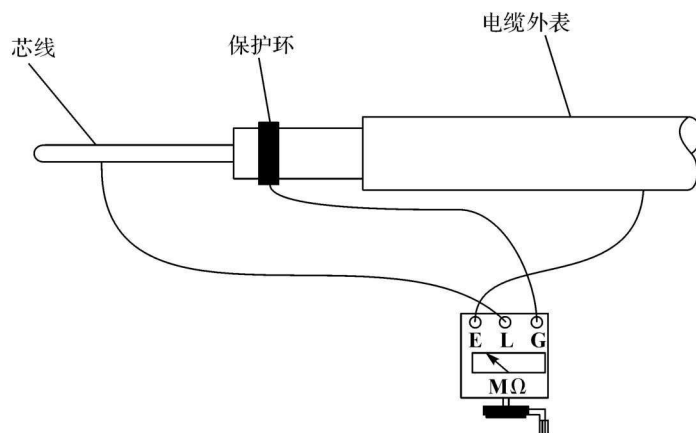

图 1-2 用兆欧表(摇表、高阻表)测量电缆的绝缘电阻
①测量前先对兆欧表进行开路检查,兆欧表应平稳水平放置,将接线柱开路后由慢到快摇动摇臂,当摇速达到 120r/min 时保持匀速,待指针稳定后,若指在“∞”处表示正常。
②进行短路检查,将“L”接线柱与“E”接线柱短接,由慢到快摇动摇臂,当摇速达到 100~200r/min 时保持匀速,待指针稳定后,若指在“0”处表示正常。
③将兆欧表的“L”接线柱接电动机绕组,“E”接线柱接电机机壳。
④兆欧表平稳水平放置,由慢到快摇动摇臂,当摇速达到 120r/min 时保持匀速,待指针稳定后读数。
⑤测量完毕后停止转动兆欧表,将“L”接线柱与“E”接线柱短接放电。
(4)用兆欧表(摇表、高阻表)测量电缆的绝缘电阻(图 1-2)
①将兆欧表的“L”接线柱接电缆线芯,“E”接线柱接外壳,“G”接线柱接线芯与外壳之间的绝缘层。
②兆欧表平稳水平放置,由慢到快摇动摇臂,当摇速达到 120r/min 时保持匀速,待指针稳定后读数。
③测量完毕后停止转动兆欧表,将“L”接线柱与“E”接线柱短接放电。